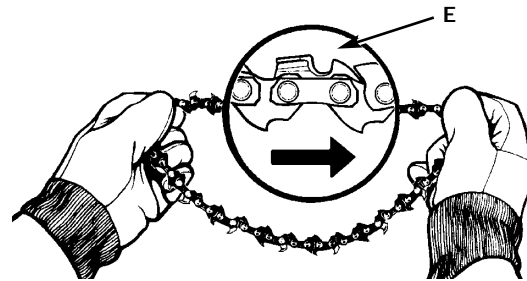

Fig. 20
1. Estire la cadena hacia afuera con los bordes de corte (E) de la cadena apuntados en la DIRECCIÓN DE ROTACIÓN (Fig.20).